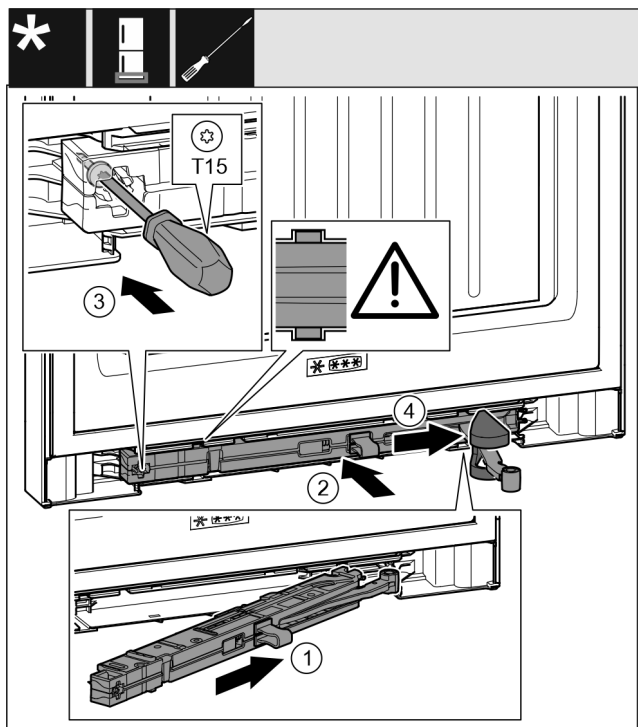

Fig. 46
- ▶ Amortyzator zamykania drzwi po stronie płytki zawiasu wsunąć ukośnie w zagłębienie aż do oporu. Fig. 46 (1)
- ▶ Amortyzator zamykania drzwi wsunąć całkowicie w zagłębienie. Fig. 46 (2)
- ▶ Śrubę przykręcić przy pomocy śrubokręta T15. Fig. 46 (3)
- ▶ Ostonę wsunąć na przegub. Fig. 46 (4)